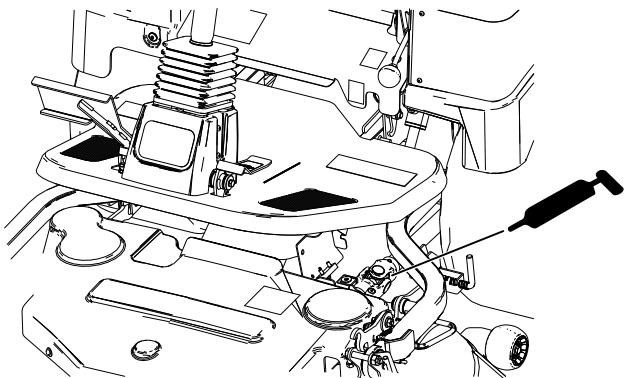

Figura 46
- Junta em U dianteira do veio de transmissão na caixa de velocidades do cortador (Figura 46).